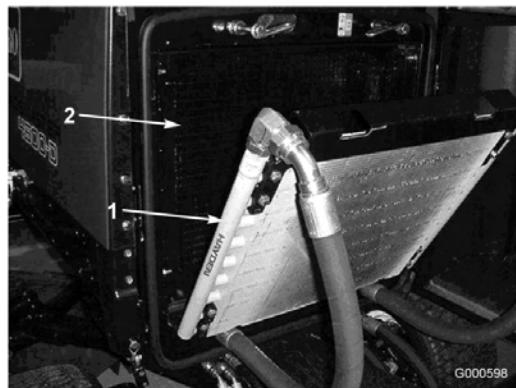

Figura 51
- Gire el enfriador hacia atrás. Limpie a fondo ambos lados del enfriador de aceite y la zona del radiador (Figura 51) con aire comprimido.